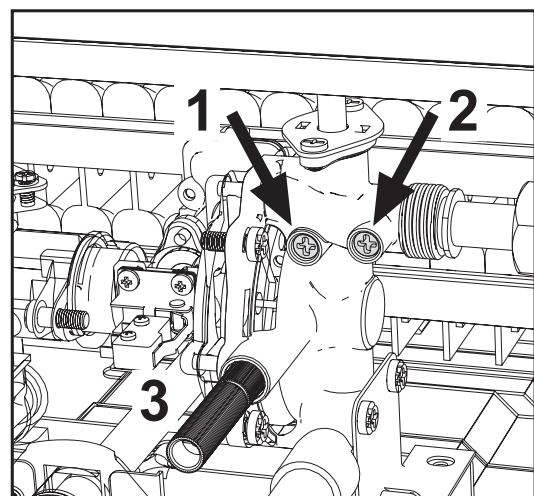

afb. 9 - Plaatjes van de aansluitingen
- Verwijder de doppen van de aansluitingen voor water en gas, zie afb. 9.